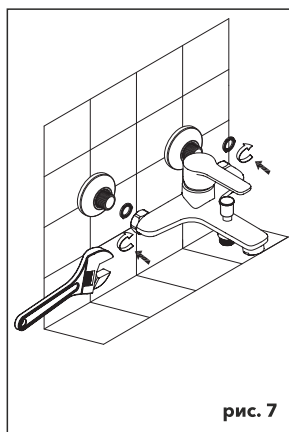

рис. 7
5. Прикрутите смеситель к установленным эксцентрикам (Рисунок 7).